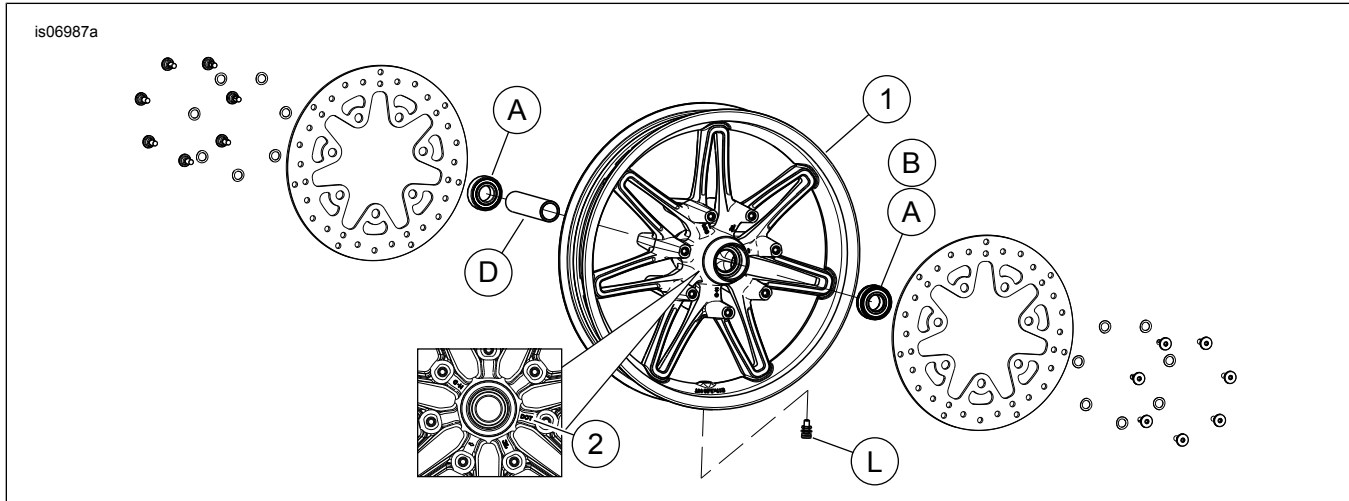

Figura 1. Parti di ricambio: Ruote anteriori Chisel (mostrata quella da 17 pollici)
Vedere Figura 1 e Tabelle delle parti di ricambio.
2. Vedere Figura 1. Installare il gruppo dello stelo della valvola (L) sulla ruota. Vedere il manuale di manutenzione.